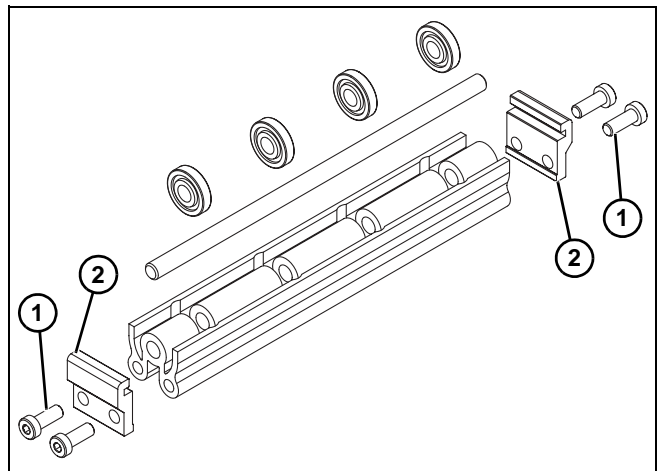

Figura 15
1. Localice los rodillos de retorno. Vista detallada en la Figura 15.
2. Quite los tornillos (**Figura 15, artículo 1**) y las grapas (**Figura 15, artículo 2**) de los rodillos.